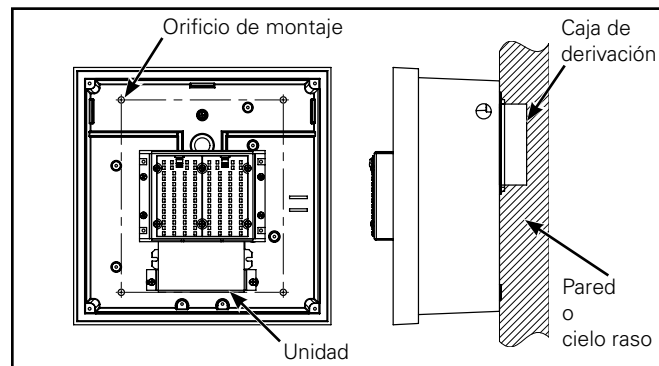

Figura 10.
4. Centre la carcasa de fundición sobre el cielo raso plano y liso o la pared sobre la caja de conexiones. Use la carcasa de fundición de montaje como planilla para conocer la ubicación de colocación de las fijaciones (Figura 10).